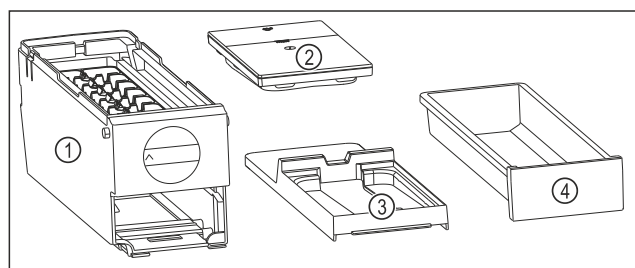

Fig. 107 Компоненти EasyTwist-Ice
- ▶ EasyTwist-Ice складається з чотирьох частин. (див. Fig. 107)
- ▶ Розбирайте EasyTwist-Ice тільки на зображені компоненти. (див. Fig. 107)
- ▶ Очистіть корпус EasyTwist-Ice Fig. 107 (1) без розбирання.